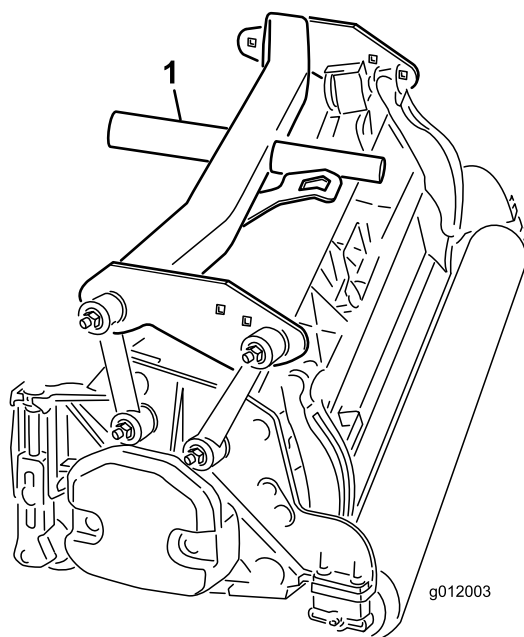

図 18
4. 後キャリア・フレーム（図 18）を後カッティングユニットに載せる。